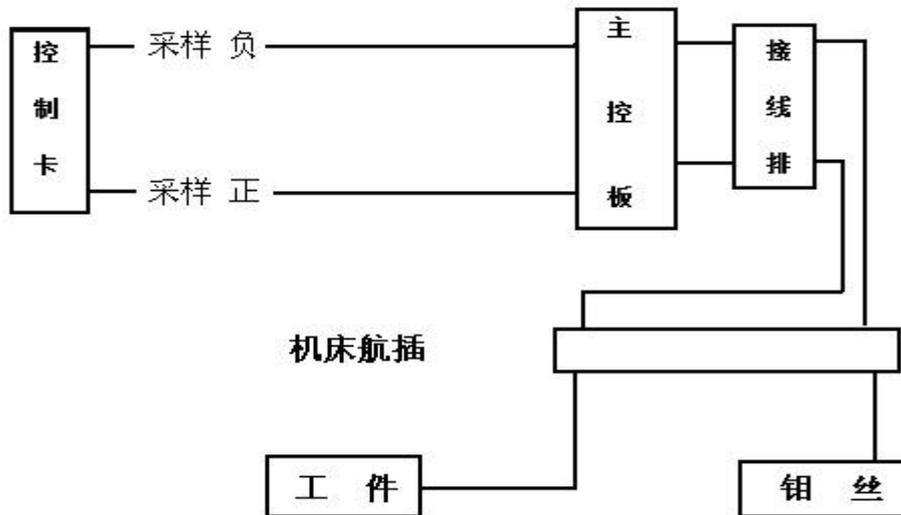

图 5.3: 采样信号走线图
- 3) 电压表显示正常，故障出在采样或高频连线上，检查机床采样与高频连线（图 5.3：采样信号走线图）进行排除解决。